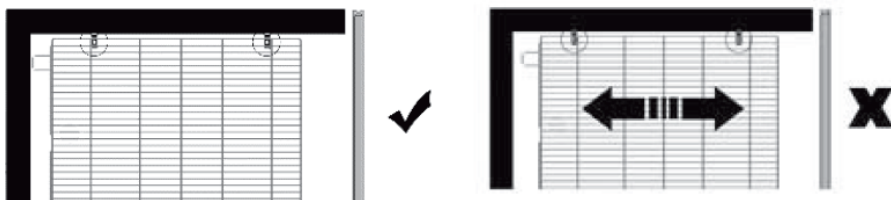

Рисунок 4.3.1 – схема установки экспозиционной полки
- Установить полку в соответствии со схемой установки экспозиционной полки (рисунок 4.3.1);